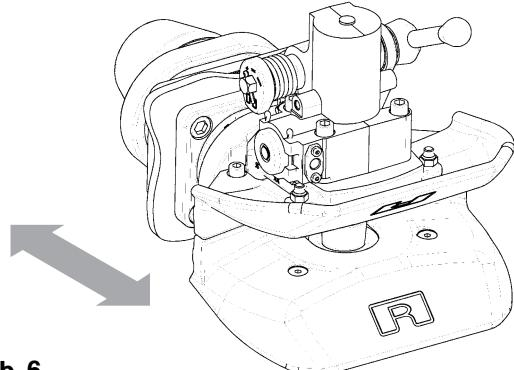

Abb. 6
- Kupplungskopf (nicht Fangmaul) in abgekuppeltem Zustand in Fahrtrichtung kräftig bewegen (s. Abb. 6):